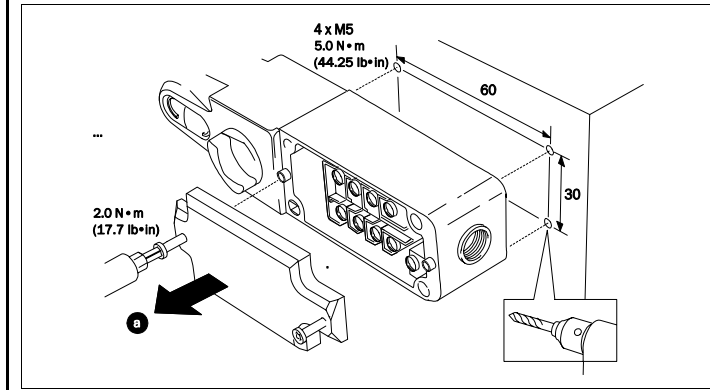

Fig. 1: Montaje del interruptor
- Montar el interruptor accionado por cable con 4 tornillos M5 (ver Fig. 1).